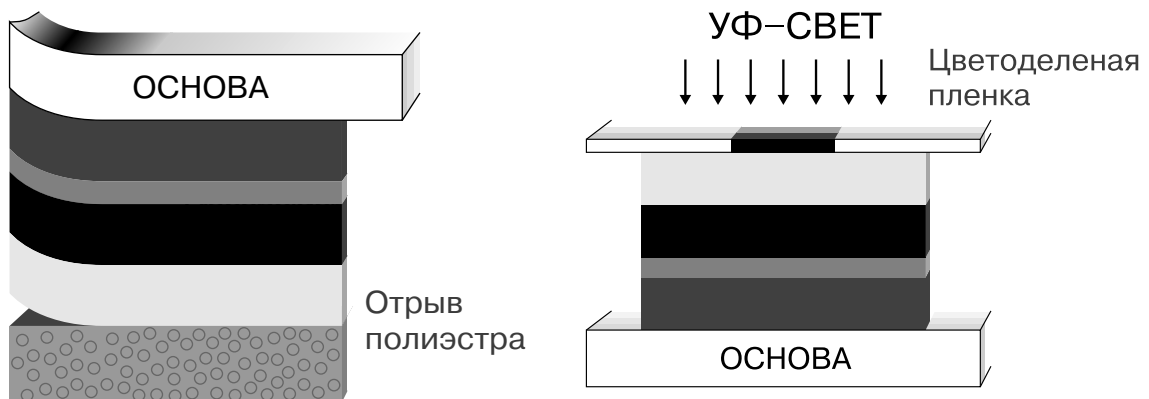

Рис.3. Структура цветопробы после экспонирования
4. В контактно-копировальной раме производится экспонирование пигментного слоя ультрафиолетовым источником света через фотоформу (рис.3). После экспонирования фотоформу снимают и цветопробу обрабатывают в процессоре.